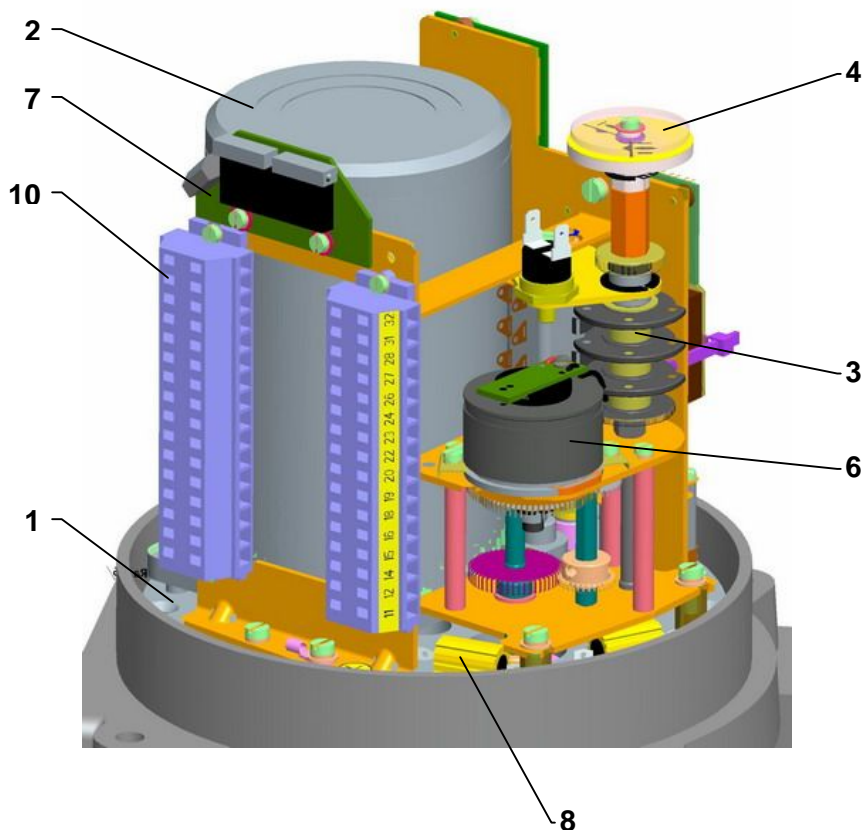

Рис.1
**Управляющая часть (рис. 1,1а, 1б)** размещена на пульте управления (1), который содержит:
- электродвигатель (2) (в случае однофазного изготовления с конденсатором )
- силовую единицу (5) - управляемую аксиальным передвижением шнека
- узел положения и сигнализации (3) с датчиком положения (6) (омическим, емкостным или электронным датчиком положения) (7) и с механическим местным указателем положения (4)
- отопительный нагревательный элемент (8) с тепловым реле
- электронный модуль (9)
- электрические присоединение с помощью **клеммной колодки** (10) (размещенных в пространстве управления) и кабельных концевых втулок в исполнении Ex d и прямым входом с залитыми жилами.
Рис.1а
Рис.1б